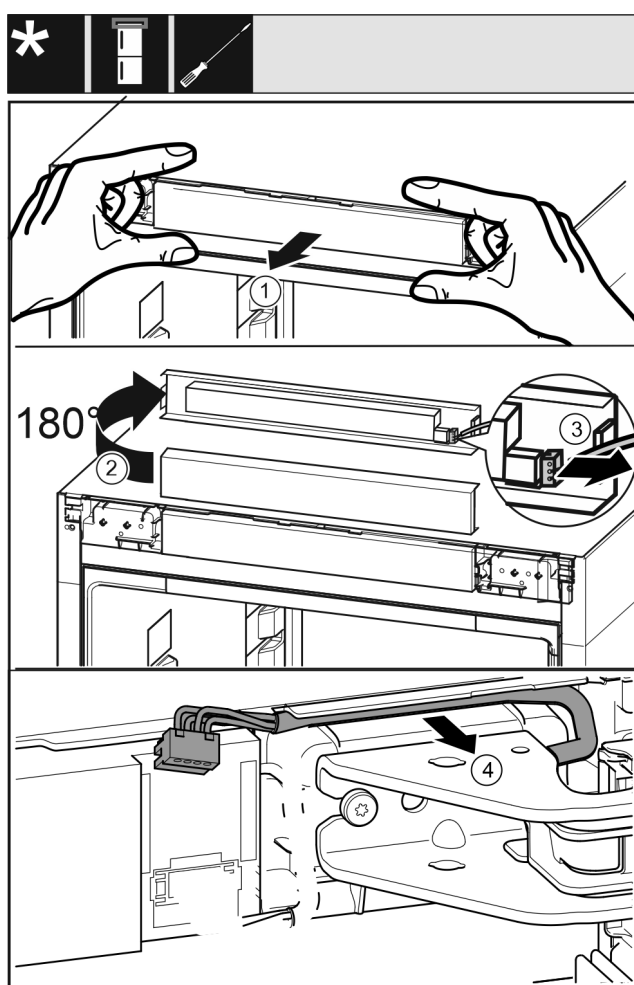

Fig. 17
- Panel přístroje opatrně povolte směrem dopředu. Fig. 17 (1)
- Panel otočte o 180° nahoru. Fig. 17 (2)
- Západku zatlačte dozadu a opatrně vytáhněte zástrčku. Fig. 17 (3)
- Kabel nad stojanem ložiska opatrně uvolněte z vedení. Fig. 17 (4)